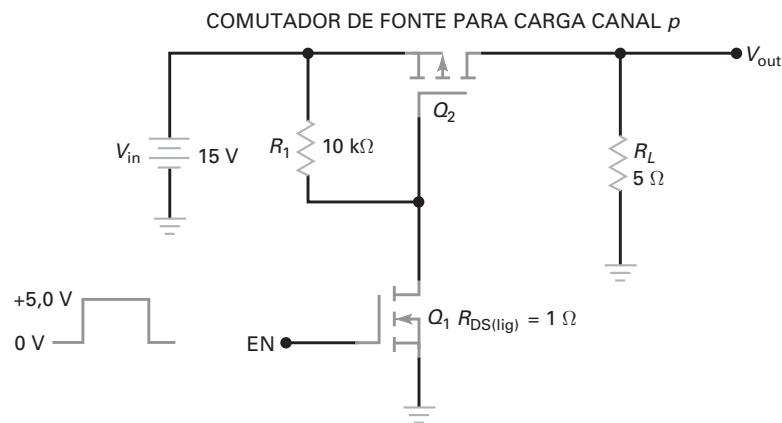

Figura 12-58
- 12-32** Na Figura 12-58, qual é a corrente de Q_1 quando o sinal de controle for zero volt? E quando o sinal de controle for +5,0 V?
- 12-33** Quando o sinal de controle da Figura 12-58 for +5,0 V, qual a tensão de saída na carga se Q_2 tiver um valor de $R_{DS(lig)}$ de $100\ m\Omega$?